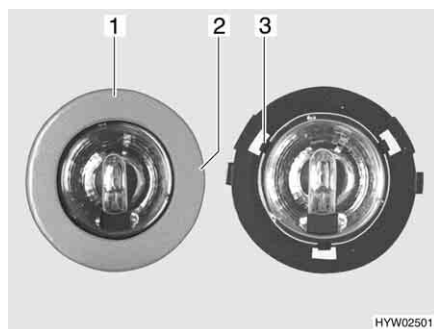

Fig. 189 Lampada alogena a incasso
- Girare lentamente il diaframma (Fig. 189,1) finché il nasello (Fig. 189,2) dell'involucro non si arresta a scatto nella scanalatura sottostante del diaframma.
- Tre graffe (Fig. 189,3) tengono ferma la lastra di vetro della lampada alogena nell'involucro. Spingere di lato una delle tre graffe.